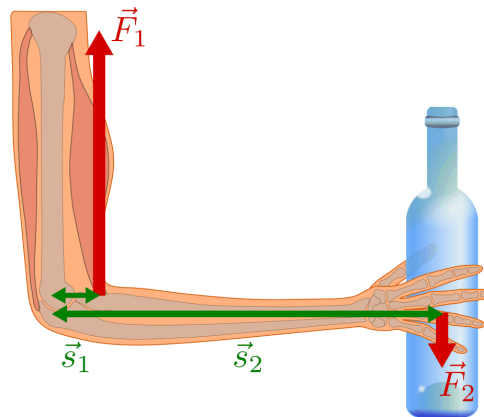

Abbildung 112: Der Arm als Hebel
- a) Der Mensch in Abbildung 112 hält eine Flasche mit einem Gewicht von 1 kg in seiner Hand. Berechne, welche Kraft dabei auf den Muskel wirkt (mit:  $s_1 = 80 \text{ cm}$ ,  $s_2 = 7 \text{ cm}$ ).